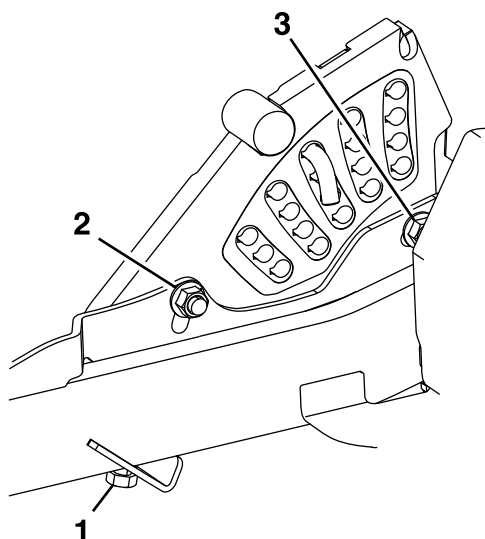

Figura 74
7. Si la carcasa está demasiado baja, apriete el perno del ajuste de un solo punto girándolo en el sentido de las agujas del reloj (Figura 74).